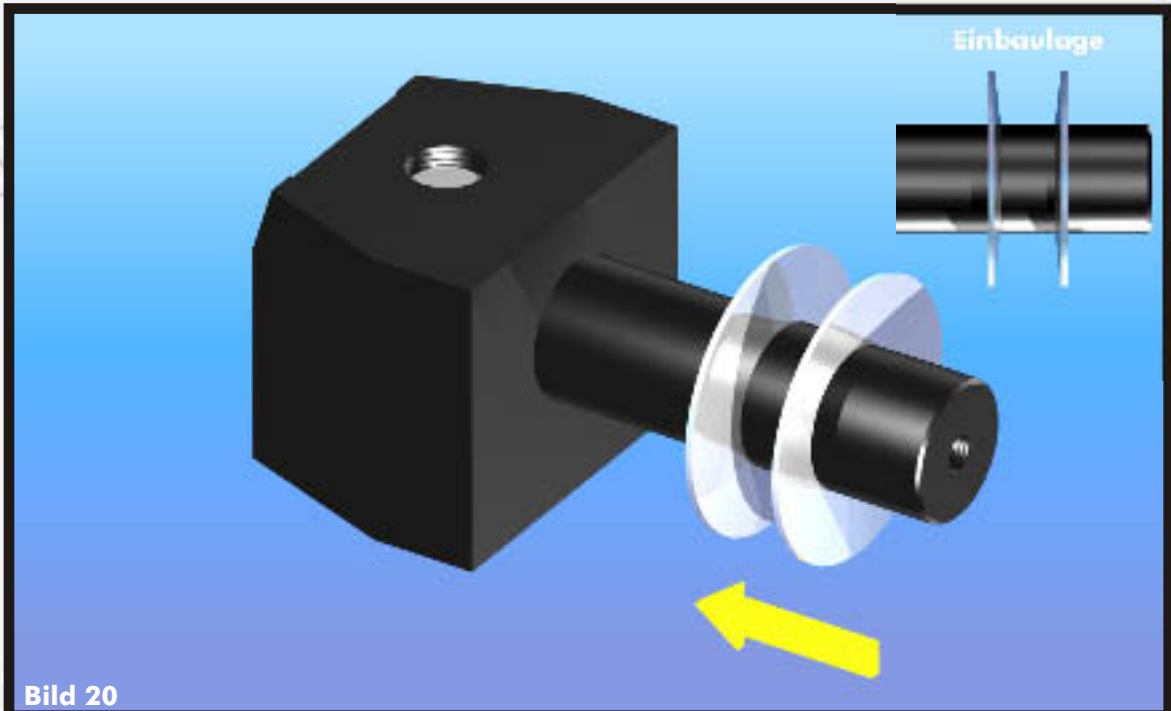

Bild 20
- > **Schieben Sie einen neuen Satz Tellerfedern auf den Schaft des Halters. Achten Sie dabei auf die Einbaulage der Tellerfedern (Bild 20).**